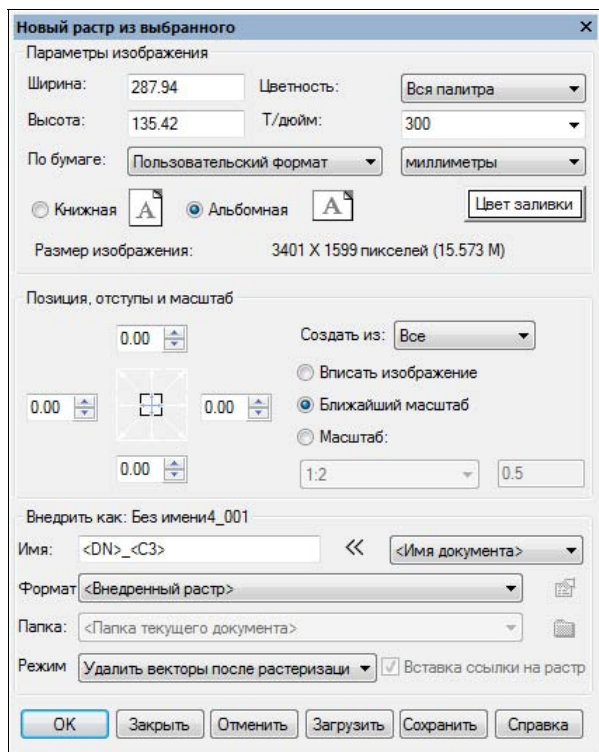

Рис. 10.5. Окно Новый растр из выбранного
- ◆ **Новый растр из выбранного** — растрезация (преобразование в растровый формат) чертежа с помощью диалогового окна **Новый растр из выбранного** (рис. 10.5). Все растровые или векторные объекты чертежа (или и те, и другие), преобразуются в новый растр, который может быть внедрен или стать ссылкой на сохраняемый внешний растровый файл.